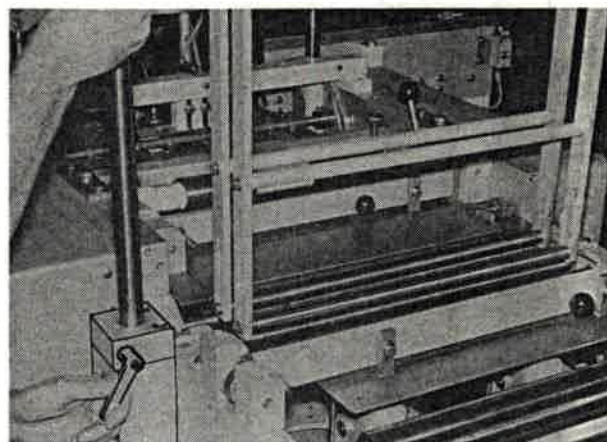

Bild 156
7. Bei Maschinen mit Tintendrucker beidseitig Klemmvorrichtung lösen, Gestell mit den Umlenkrollen bis zum Anschlag herausziehen und mit der Klemmvorrichtung festsetzen (Bild 156).